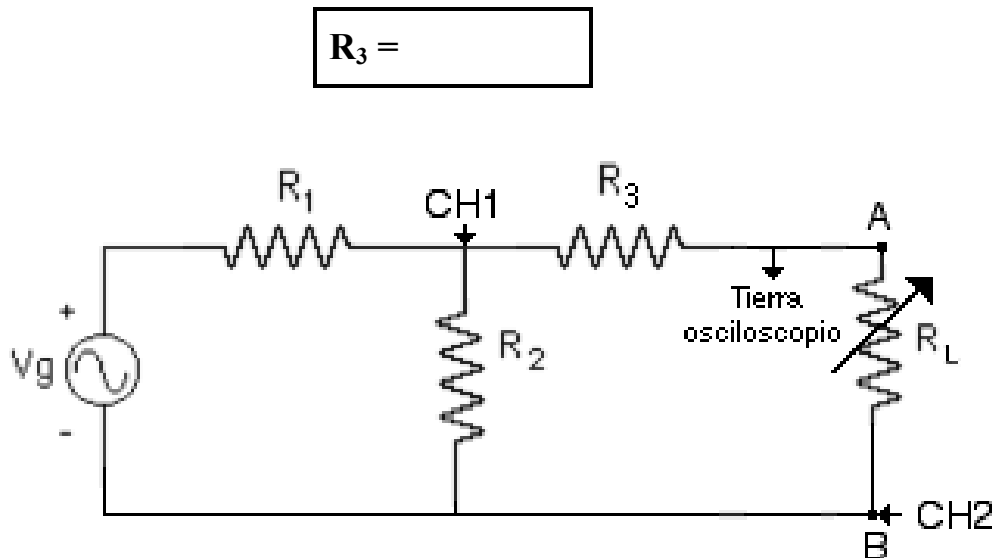

Figura 5.- Circuito para comprobar el teorema de Máxima Transferencia de Potencia con R_L variable utilizando el osciloscopio
10.-Teorema de Máxima Transferencia de Potencia (R_{TH} variable): El circuito analizado se va a utilizar para comprobar el Teorema de Máxima Transferencia de Potencia cuando se conecta una carga resistiva, utilizando el osciloscopio y midiendo la corriente I_L en forma indirecta, a través del voltaje sobre R_3 . Mida con el ohmetro el valor de la resistencia R_3 y conecte las dos puntas del osciloscopio como se indica en la Figura 5, **ASEGURÁNDOSE QUE EL OSCILOSCOPIO ESTÉ FLOTANDO**. El voltaje sobre la resistencia de carga R_L está invertido, por lo que debe invertir el canal correspondiente.